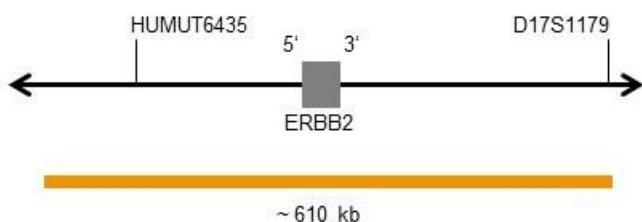

Fig. 1: SPEC ERBB2 Mapa da sonda (sem escala)
- Polinucleótidos (~4.5 ng/μl) com marcação ZyOrange (excitação 547 nm/emissão 572 nm), dirigidos ao mapeamento de sequências alvo em 17q12-q21.1* (chr17:37,572,531-38,181,308) contendo o gene ERBB2 (ver Fig. 1).